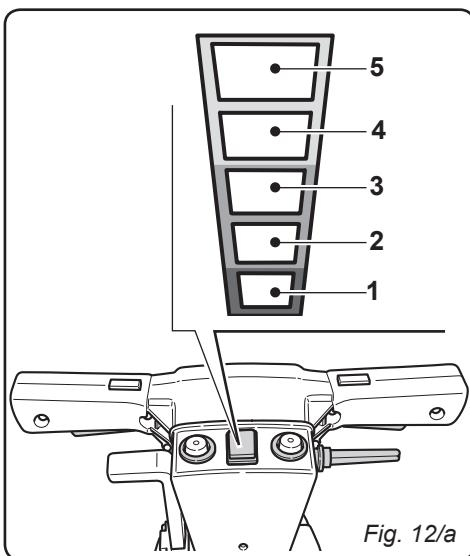

Fig. 12/a
9.1.e - Alarmes durante o funcionamento (Fig. 12/a)
9.1.f - Temporizador (Fig. 12/a)